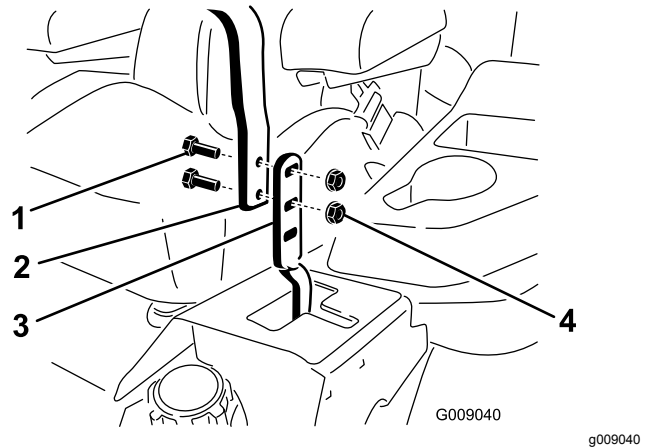

Bild 59
2. Lösen Sie die Schrauben und Bundmutter, mit denen die Griffe an den Hebeln befestigt sind (Bild 59).